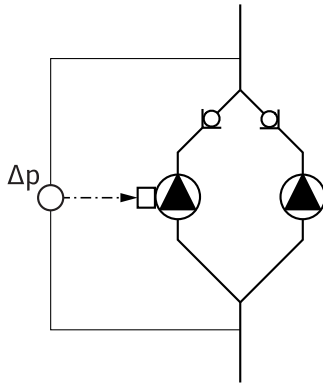

Fig. 18: Örnek, fark basıncı sensörü bağlantısı
- Fig. 18 altındaki örnekte ana pompa, akış yönünde soldaki pompadır. Fark basıncı sensörünü bu pompaya bağlayın.
- Ana pompada fark basıncı sensörünün ölçüm noktaları, ikiz pompalı sistemin ilgili toplama borusunda emiş ve basınç tarafında olmalıdır (Fig. 18).